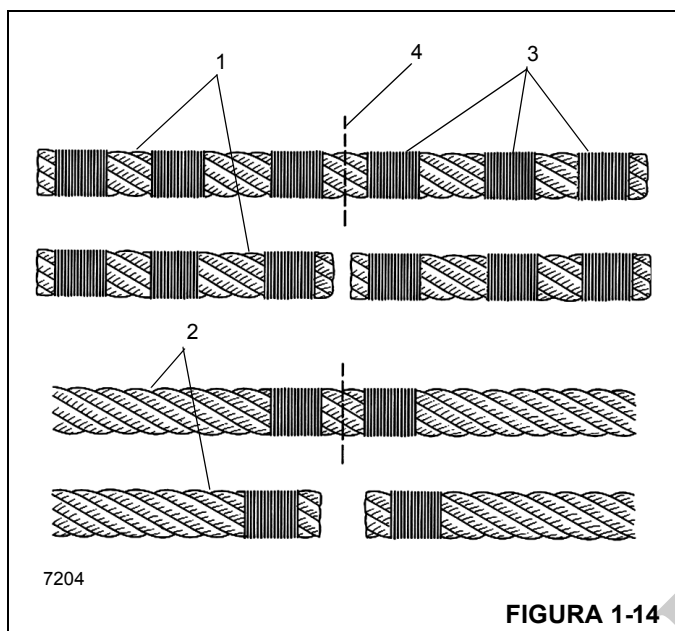

FIGURA 1-14
**NOTA:** Los cables no prefabricados (1) Figura 1-14 deben tener tres sujeciones (3) ubicadas en cada lado del corte (4) comparado con el cable prefabricado (2).